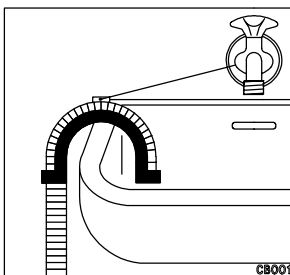

Fig.2
- **Sur le bord d'un lavabo à l'aide d'un coude en plastique livré avec l'appareil (fig.2) :**